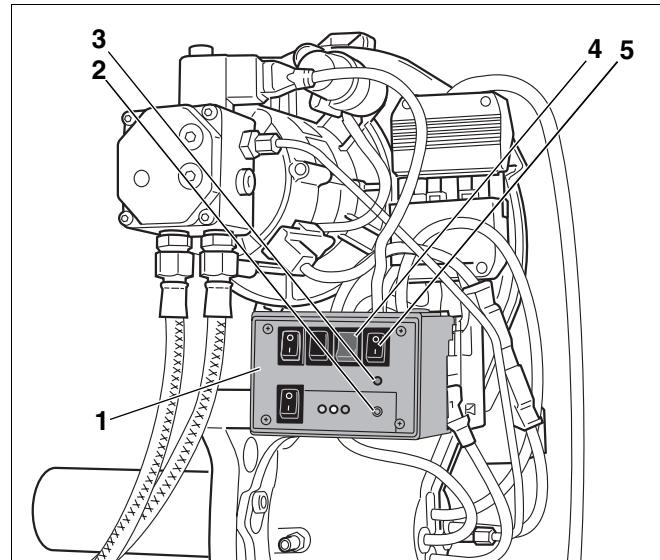

Рис. 15 Выпустить воздух из топливопровода с помощью прибора контроля горелки.
- Прибор контроля горелки (рис. 15, **поз. 1**; дополнительная комплектация) – если всасывание топлива должно происходить через топливный насос, установленный на горелку
Далее описывается выпуск воздуха при помощи прибора контроля горелки (рис. 15, **поз. 1**).
- Установить прибор контроля горелки (рис. 15, **поз. 1**) на свободное место на цоколе.
- Включить систему управления пусковым выключателем. Горит светодиод (красный) (рис. 15, **поз. 2**).
- Включить прибор контроля горелки пусковым выключателем (рис. 15, **поз. 5**). Горят два светодиода (красный и зеленый) (рис. 15, **поз. 2** и **3**).
- Включить переключатель для перемыкания подогревателя топлива (рис. 15, **поз. 4**).